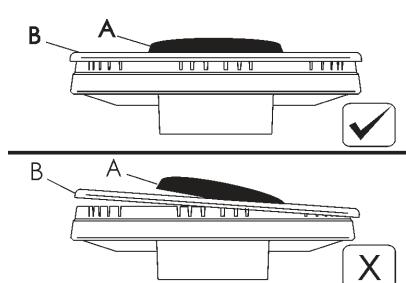

РИС. 7
Если Вы хотите, чтобы поверхность плиты всегда блестела, а все остальные детали всегда были в хорошем состоянии периодически промывать горячей плиты, решетки, эмалированные крышки "A - B - C", и горелка возглавляет "T" (см. рис. 7 - 8). Также должны быть вымыты
- Проверьте, чтобы крышки конфорок «A - B - C» (рис. 7 - 8) были правильно